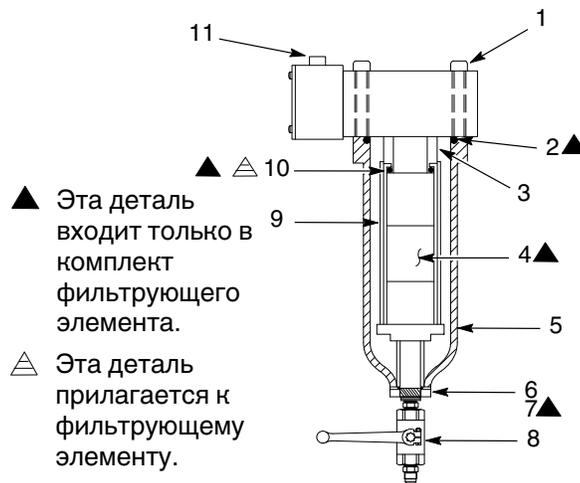

Рис. 2 Компоненты фильтра
1. См. рис. 2. С обеих сторон фильтра закрыть шаровые краны подачи материала с разгрузчика на стойку фильтра.
2. Отсоединить кабель от разъема кабеля (11).
3. Поставить пятигаллонное ведро под спускной клапан фильтра (8). Открыв спускной клапан фильтра, сбросить давление материала. Закрыть спускной клапан фильтра, когда перестанет вытекать материал под давлением.
4. Снять фитинг (6) со стакана фильтра. Снять уплотнительное кольцо (7) с фитинга. Выбросить уплотнительное кольцо.
5. Подпереть стакан фильтра (5). С помощью ключа-шестигранника на 1/2 дюйма вывернуть четыре винта с шестигранным шлицем (1). Снять стакан фильтра и его уплотнительное кольцо (2). Выбросить уплотнительное кольцо.
6. Снять фильтрующий элемент (4). Снять стакан фильтра и головку фильтра (9).
1. См. рис. 2. Установить новый фильтрующий элемент (4) с нижней стороны головки фильтра (9).
2. Поставить новое уплотнительное кольцо (2) на стакан фильтра (5). Установить стакан фильтра (5) на свое место с нижней стороны головки фильтра (9). Затянуть четыре винта с шестигранным шлицем (1) моментом 325 Н•м (240 фут-фунтов).
3. Поставить новое уплотнительное кольцо (7) на фитинг (6). Поставить фитинг в стакан фильтра (5) и надежно затянуть.
5. Подсоединить кабель к разъему (11).
См. рис. 2. Поз. 10 прилагается к фильтрующему элементу (поз. 4) и входит в каждый комплект.